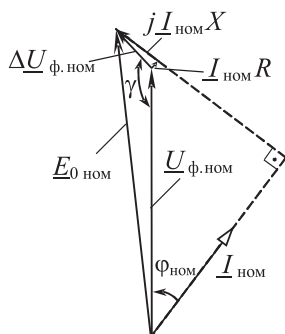

Рис. 11.4
Векторная диаграмма синхронного генератора, построенная по соотношению (1) для случая индуктивной нагрузки ($\varphi > 0$), приведена на рис. 11.4.